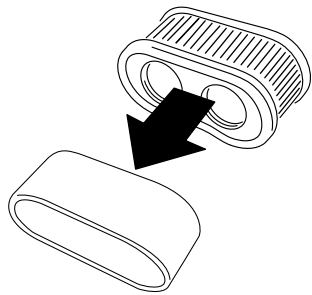

Figura 34
5. Togliete l'elemento in schiuma sintetica dall'elemento di carta (Figura 34).